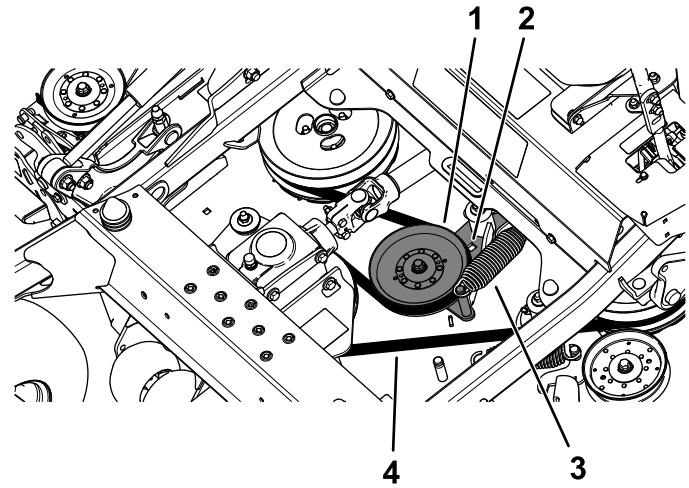

Figura 60
5. Utilice una llave de carraca en el taladro cuadrado del brazo tensor para aliviar la tensión del muelle tensor (Figura 60).
6. Retire la correa de las poleas de la carcasa de corte (Figura 60).